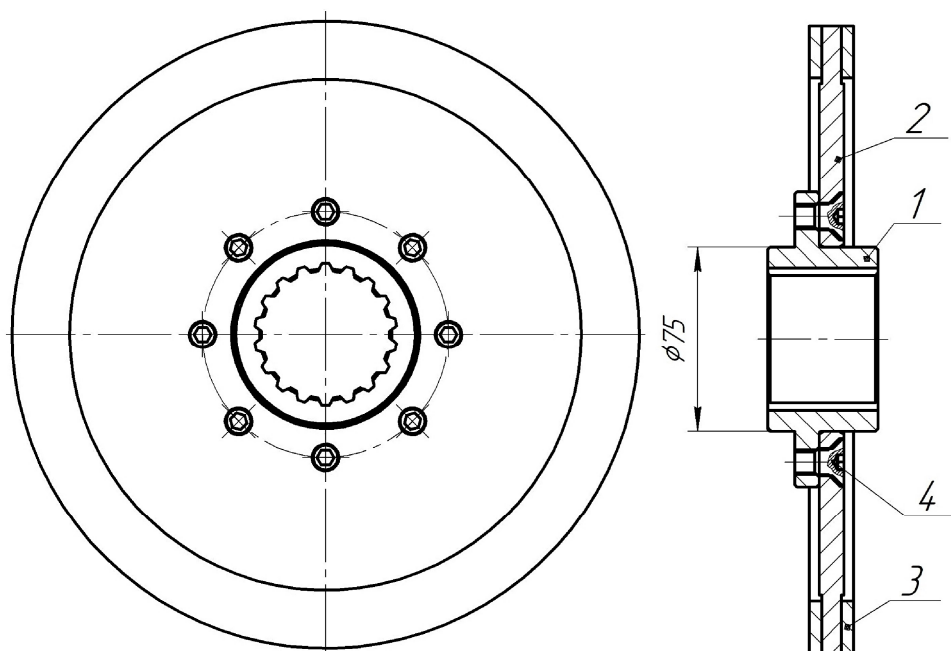

Рис.5. Диск тормозной.
2) вращать винт (13) рис.5 до срабатывания микровыключателя (14) рис. 5;
3) выключить тормоз (3) рис.3, проверить отключение микровыключателя (14) рис. 5. Если отключение не произошло, вывернуть винт (13) рис.5 до срабатывания микровыключателя. Проверить работу микровыключателя еще раз. Законтрить винт (13).